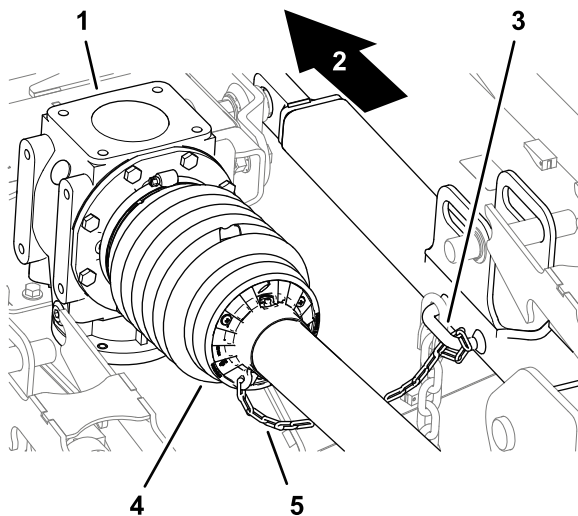

Figura 21
6. Verifique se a corrente de retenção está ligada ao resguardo do eixo da tomada de força traseiro, aos resguardos do veio da transmissão e à estrutura do cortador (Figura 18 e Figura 21).